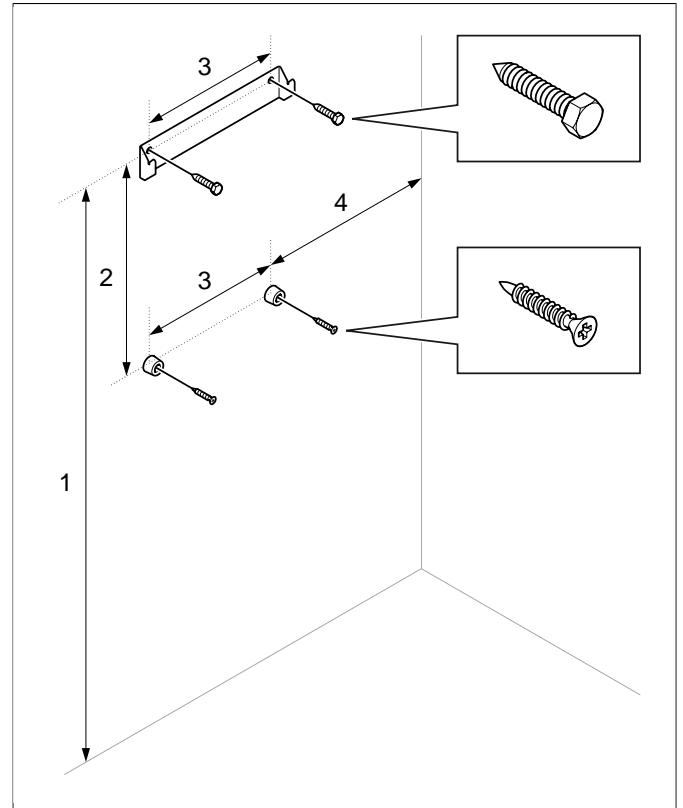

Abb. 10: Halterung mit Schrauben und Abstandhaltern
8. Befestigen Sie Halterung und Abstandhalter entsprechend der Bemessung an der Wand, siehe **Abb. 10**, Seite 5.